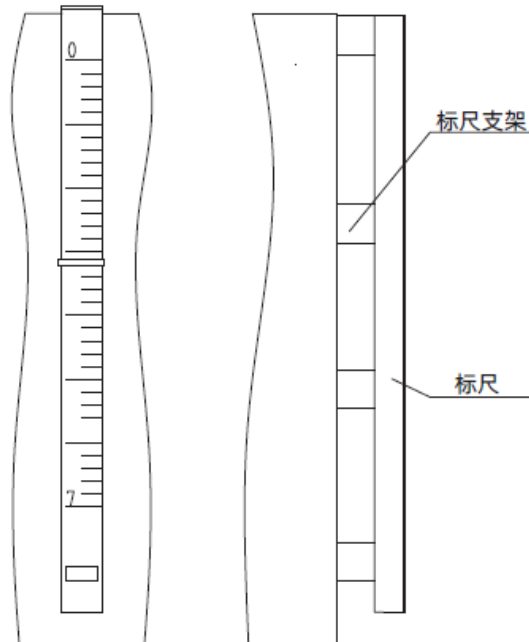

图 4 安装
6.2.1 根据标尺的位置焊接标尺的固定支架, 固定支架应处于一条垂直线上, 垂直度偏差 $\leq 2^\circ$ (图 4)。